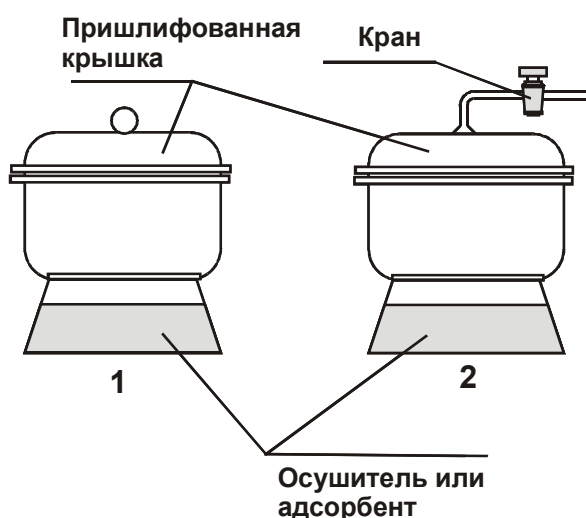

Рисунок 15. Эксикаторы: 1 - обыкновенный, 2 - вакуумный.
- использование обыкновенных и вакуум-эксикаторов (рис. 15). Последние имеют стеклянный отвод с краном, через который сосуд может быть вакуумирован;